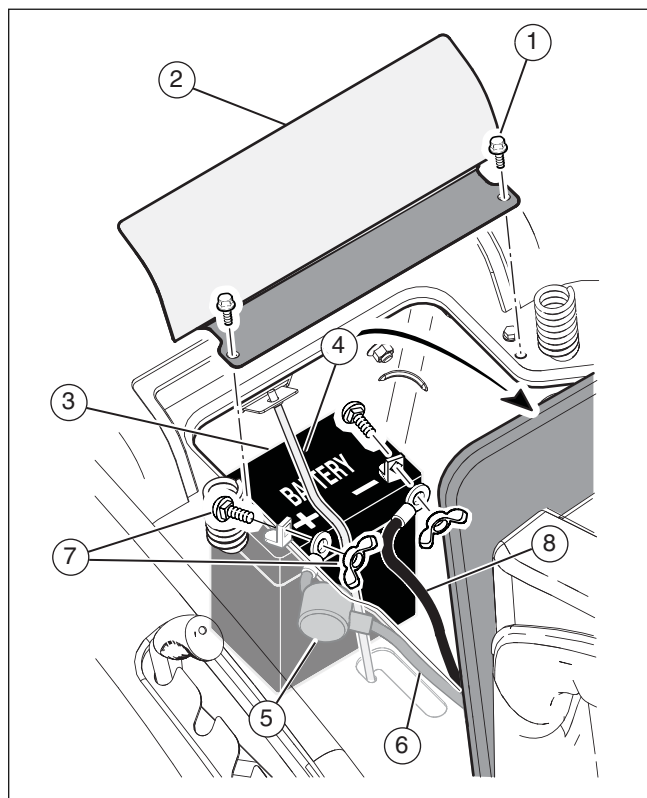

Abbildung 6
2. Die zwei Schrauben (1) und die Batterieabdeckung (2) entfernen (siehe **Abbildung 6**).
3. Das Batteriedatum an der Batterieseitenwand (3) ablesen.
1. Zum Abtrennen des Batteriehalters (4) am unteren Ende des Batteriehalters andrücken (siehe **Abbildung 6**).
2. Die Batterie (3) aus der Öffnung zwischen Motor und Sitzträger herausnehmen.
1. Die Schutzkappen von den Batteriepolen entfernen (siehe **Abbildung 6**).
2. Die Polmanschette (5) auf das rote Kabel (6) schieben.
3. Das rote Kabel mit den Befestigungsteilen (7) am Pluspol (+) anschließen.
4. Das schwarze Kabel (8) mit den Befestigungsteilen (7) am Minuspol (-) anschließen.
5. Die Batterieabdeckung (2) mit den zwei Schrauben (1) befestigen.